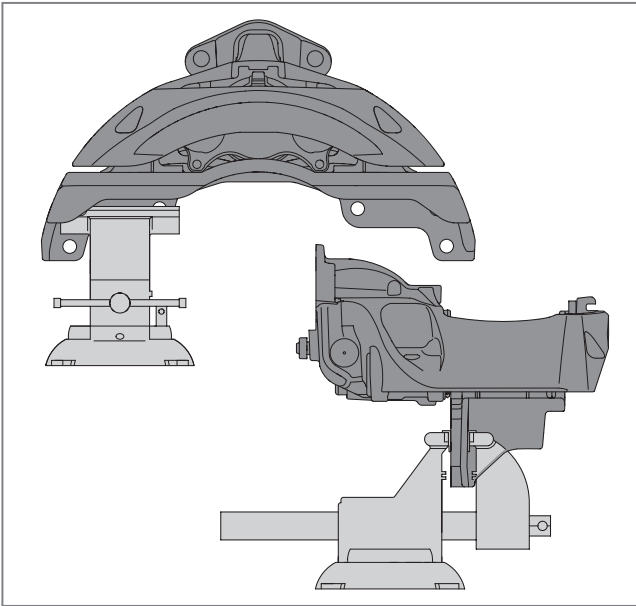

Abb. 48 - Spannvorrichtung für das Ersetzen des Nachstellschrauben-Faltenbalges
1. Spannen Sie die Scheibenbremse sicher in einem Schraubstock mit weichen Backen ein, *siehe* ► *Abb. 48*. Stellen Sie sicher, dass die Schraubstockbacken die Scheibenbremse nicht beschädigen.